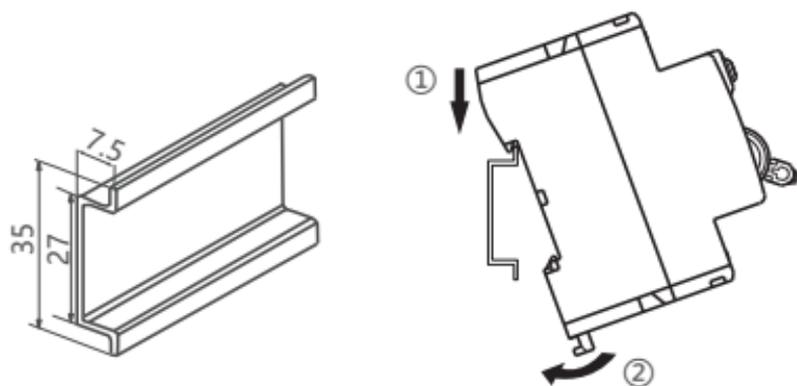
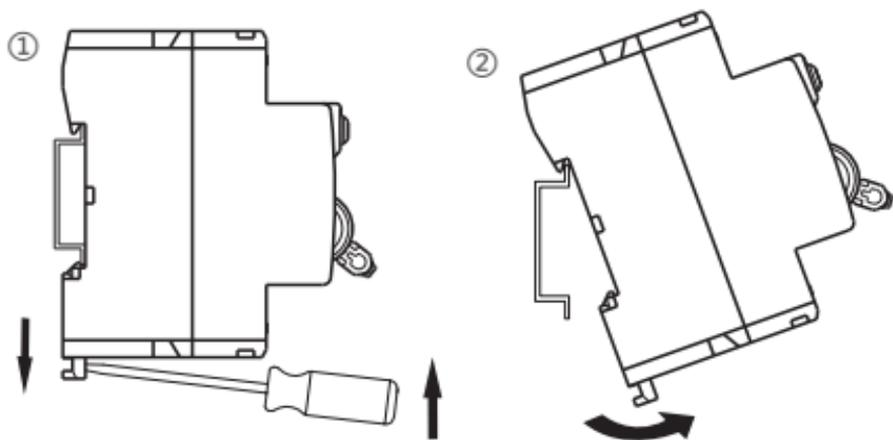

图3 安装示意图
图4 拆卸示意图
5.2 采用TH35-7.5型安装轨安装，安装、拆卸如图3、图4